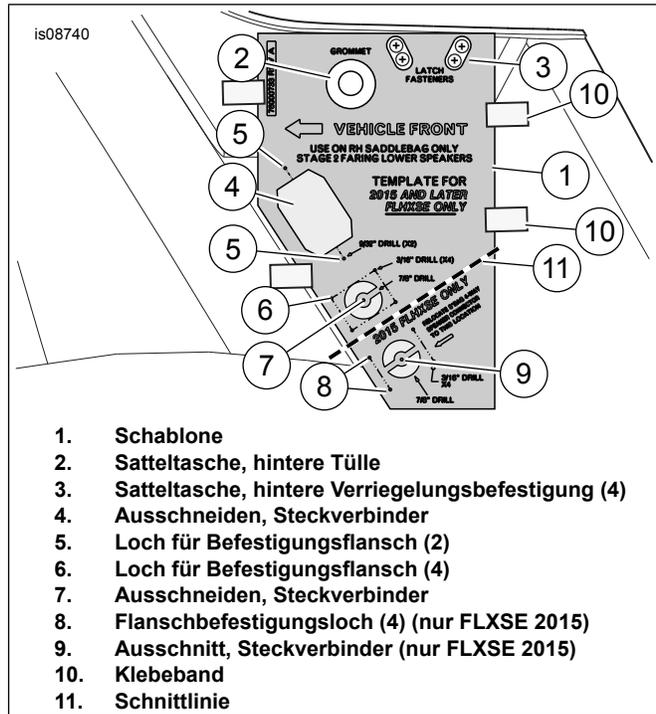

Abbildung 3. Ausschnitt an rechter Satteltasche und Bohrung für Kabelbauminstallation
1. Siehe Abbildung 3 >. Die Schablone (1) verwenden, um die Öffnungen für den 18-poligen Flanschsteckverbinder [289-1] des Verstärkers der **unteren Verkleidung** in die Satteltasche zu schneiden.
- b. Die Schablone auf die Satteltasche legen. Die Öffnungen für die Tülle (2) und die Verriegelungsbefestigungen (3) ausrichten. Die Schablone mit Klebeband (10) festkleben.
- d. Den Umriss der Öffnung (4) auf der Satteltasche anzeichnen. Den Umriss der Öffnung (7) auf der Satteltasche anzeichnen. Den Umriss des Ausschnitts (9) auf der Satteltasche aufzeichnen.
- e. Zwei Löcher (5) (9/32 in) für den Befestigungsflansch des Steckverbinders bohren. Fünf Löcher (6) (3/16 in) für den Befestigungsflansch des Steckverbinders bohren. Fünf 3/16-Zoll-Löcher (8) für die Montagestellen des Flanschsteckverbinders bohren.
- a. Die Unterseite der Schablone entlang der Schnittlinie (11) ausschneiden. Die Unterseite der Schablone entsorgen.
- c. Die Schablone auf die Satteltasche legen. Die Öffnungen für die Tülle (2) und die Verriegelungsbefestigungen (3) ausrichten. Die Schablone mit Klebeband (10) festkleben.
- e. Den Umriss der Öffnung (4) auf der Satteltasche anzeichnen. Den Umriss der Öffnung (7) auf der Satteltasche anzeichnen.
- f. Zwei Löcher (5) (9/32 in) für den Befestigungsflansch des Steckverbinders bohren. Fünf Löcher (6) (3/16 in) für den Befestigungsflansch des Steckverbinders bohren.
Siehe Abbildung 3 , Artikel 6 und 7.